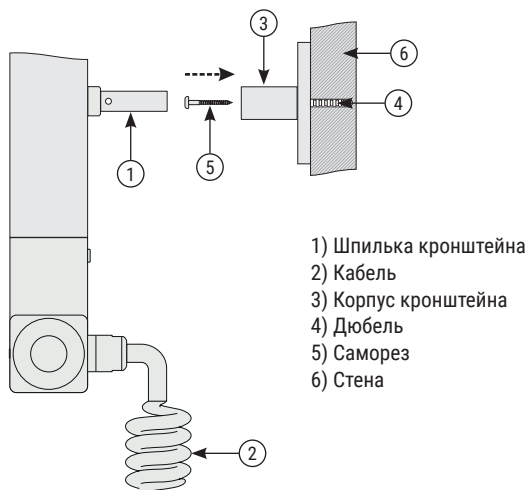

Рис. 1
- 4.4. Монтаж РЭБ к стене осуществляется телескопическими кронштейнами, что позволяет регулировать расстояние от стены до изделия (рис. 1).